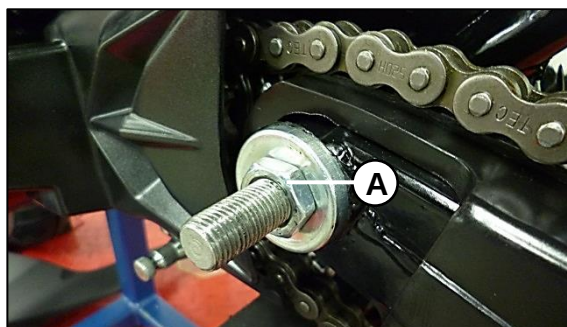

Fig. 07
Desensamblar la tuerca del eje de la tijera (A) y remover el eje. **Fig. 07**